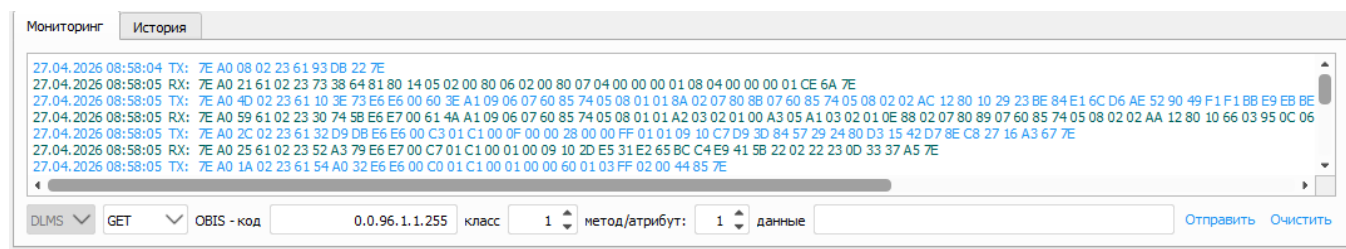

Рисунок 11
– если флаг сброшен, длинные строки не переносятся, и для их просмотра в небольшом окне необходимо использовать горизонтальную полосу прокрутки (рисунок 11).